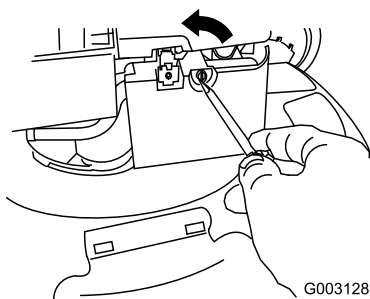

Рисунок 35
2. Используя отвертку, откройте крышку воздушного фильтра (Рисунок 35).